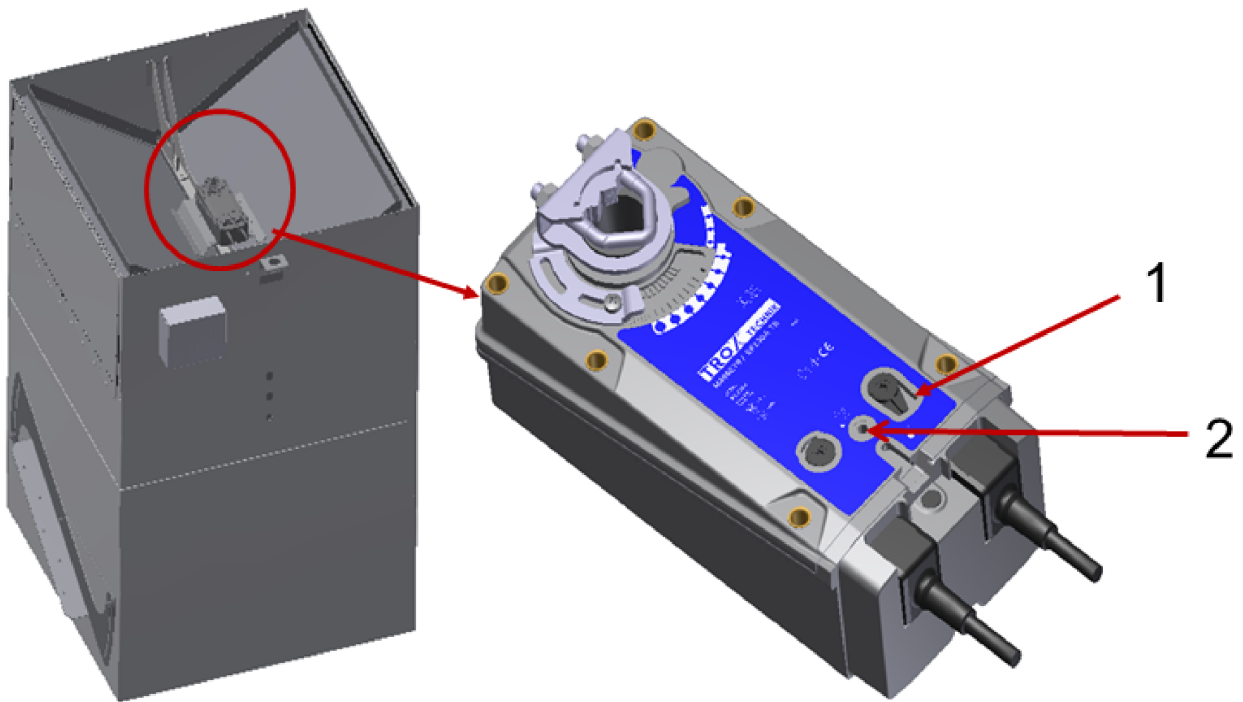

Abb. 23: Grundgehäuse mit Stellantrieb
7. ▶ Vollständiges manuelles Öffnen der Klappen mit mitgelieferter Handaufzugskurbel ( Abb. 23 /2) am Stellantrieb und Arretierung mit dem Verriegelungsschalter ( Abb. 23 /1)